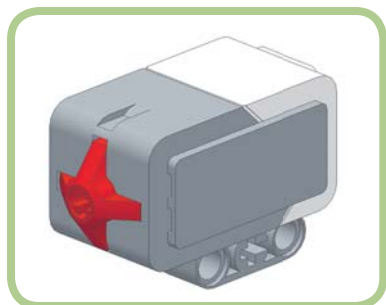

Рис. 5.2. Датчик касания
*Датчик касания* (рис. 5.2) имеет спереди небольшую кнопку. Блоки **Ожидание** (Wait), **Цикл** (Loop) и **Переключатель** (Switch) используют показания этого датчика для определения, нажата ли эта кнопка, отпущена или щелкнута (нажата,